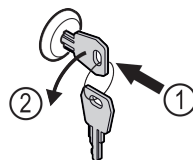

Fig. 162
- ▶ Vajutage võti sisse. Fig. 162 (1)
- ▶ Keerake võtit 90° vastupäeva. Fig. 162 (2)